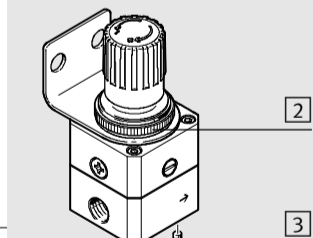

Bild 2 / Fig. 2
- In explosionsfähiger Gas- oder Staubatmosphäre (nur LRP-1/4-...-EX4): Erden Sie das LRP mit beiliegender Erdungsschraube [3] (→ Bild 2).